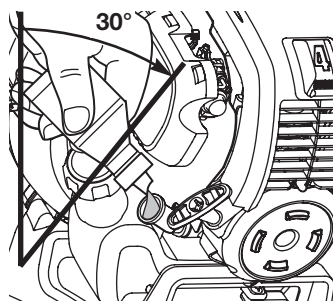

Fig. 11
3. Inclíne la unidad 30° (Fig. 11).
4. Vierta todo el contenido de la botella de aceite en el cigüeñal (Fig. 11).